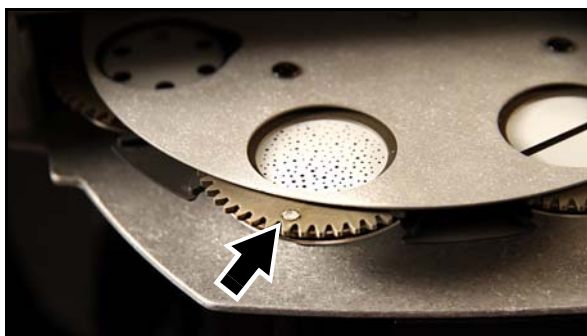

Figure 11: Démontage d'un gobo tournant
3. Voir Figure 11. Tournez le gobo à remplacer de façon à placer l'aimant d'indexation (repéré ci-dessous) vers un point de référence arbitraire (vers vous à l'extérieur de la roue par exemple). Tous les aimants de la roue pointeront dans la même direction.
4. En manipulant le porte-gobo par sa tranche, glissez-le hors de ses clips de maintien comme indiqué en Figure 11.